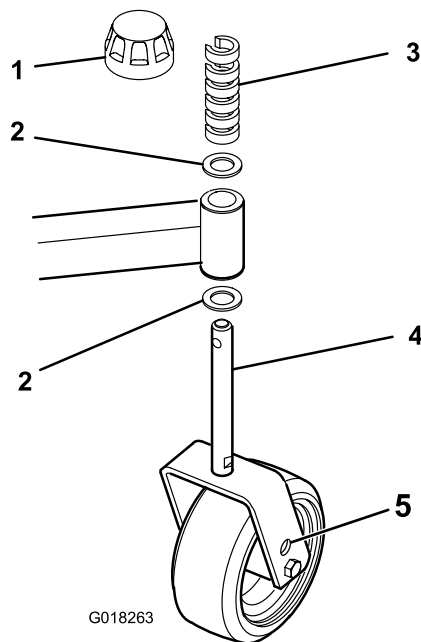

Figura 18
6. Ajuste los suplementos de los brazos de las ruedas giratorias delanteras o traseras hasta obtener la inclinación de la unidad de corte (Figura 18).